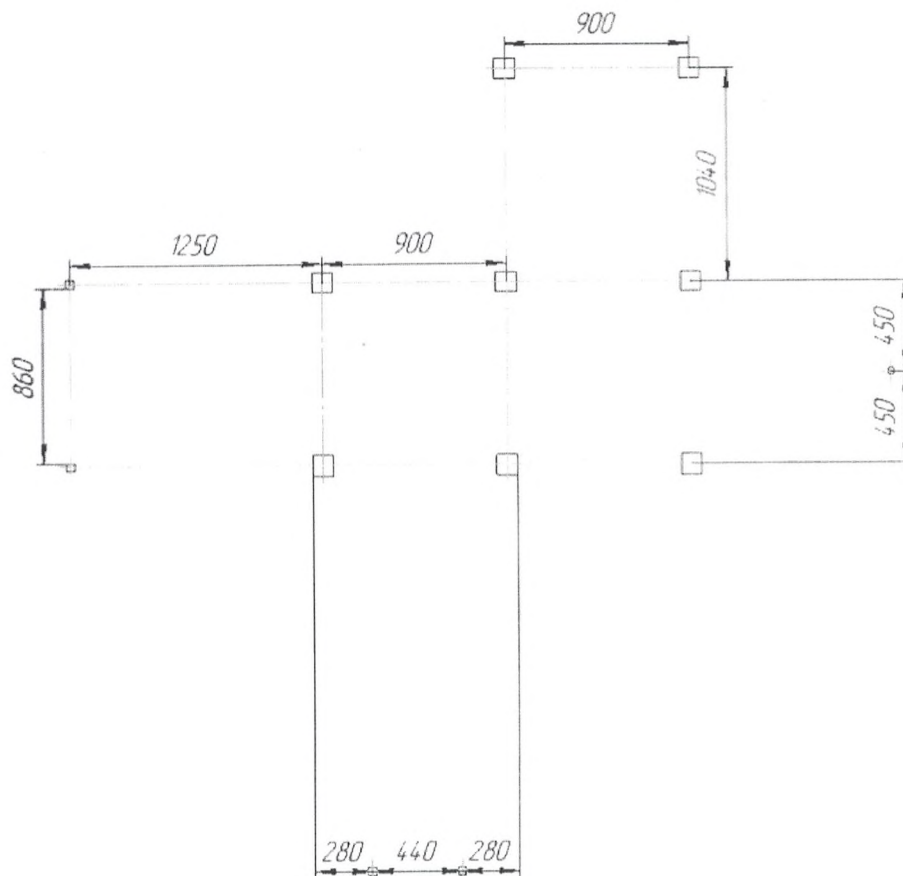

Рис.5 Схема расположения опор
- разметить площадку, согласно схеме расположения опор (рис.5) и подготовить ямы, размером 200x200x550 мм;